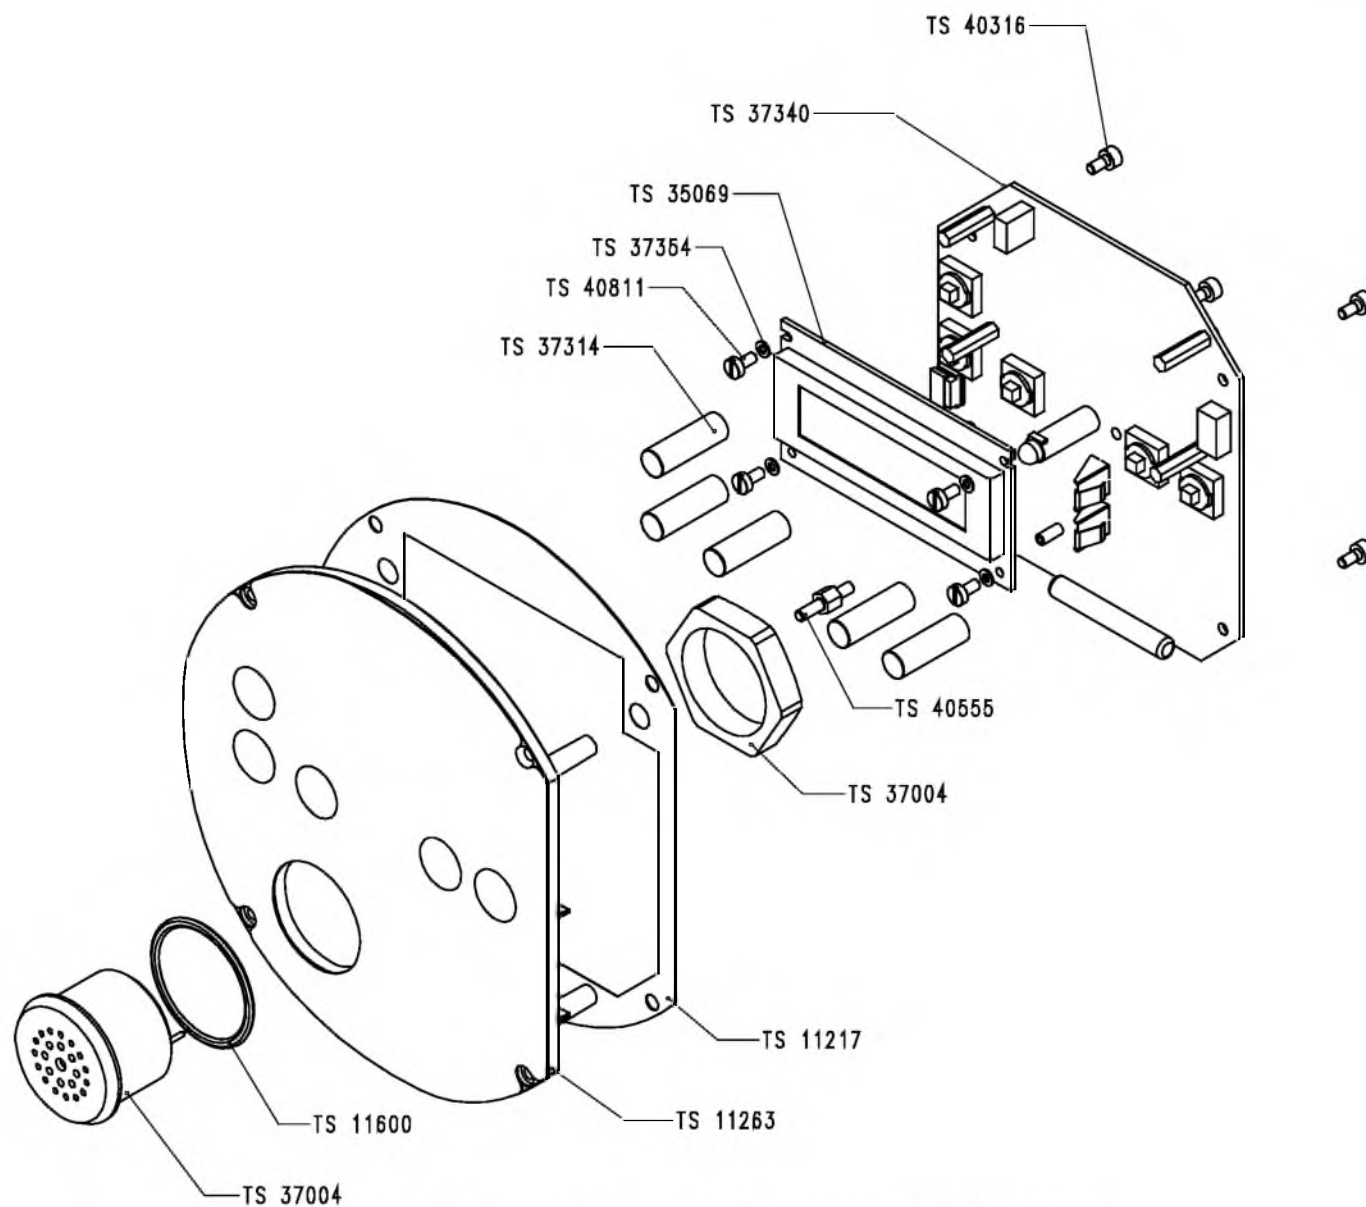

Рисунок 11-3: Блок дисплея в сборе TS 10210, запчасти
- Рисунок 11-3: блок дисплея в сборе TS 10210, запчасти